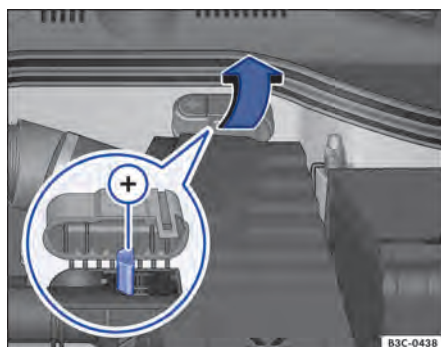

Fig. 259 No compartimento do motor: ponto de auxílio à partida (+).
- Se necessário, abrir a cobertura da bateria no compartimento do motor ⇒ Página 330 ou dobrar a capa do ponto auxiliar de partida ¹⁾ para o lado no sentido da seta ⇒ Fig. 259.
- Conectar uma extremidade do cabo auxiliar de partida *vermelho* ao polo positivo ⇒ Fig. 260 (+) ou ⇒ Fig. 259 (+) do veículo com a bateria do veículo descarregada (1) ⇒ ⚠.
- Conectar a outra extremidade do cabo auxiliar de partida *vermelho* ao polo positivo (+) da bateria do veículo fornecedora de corrente (2).